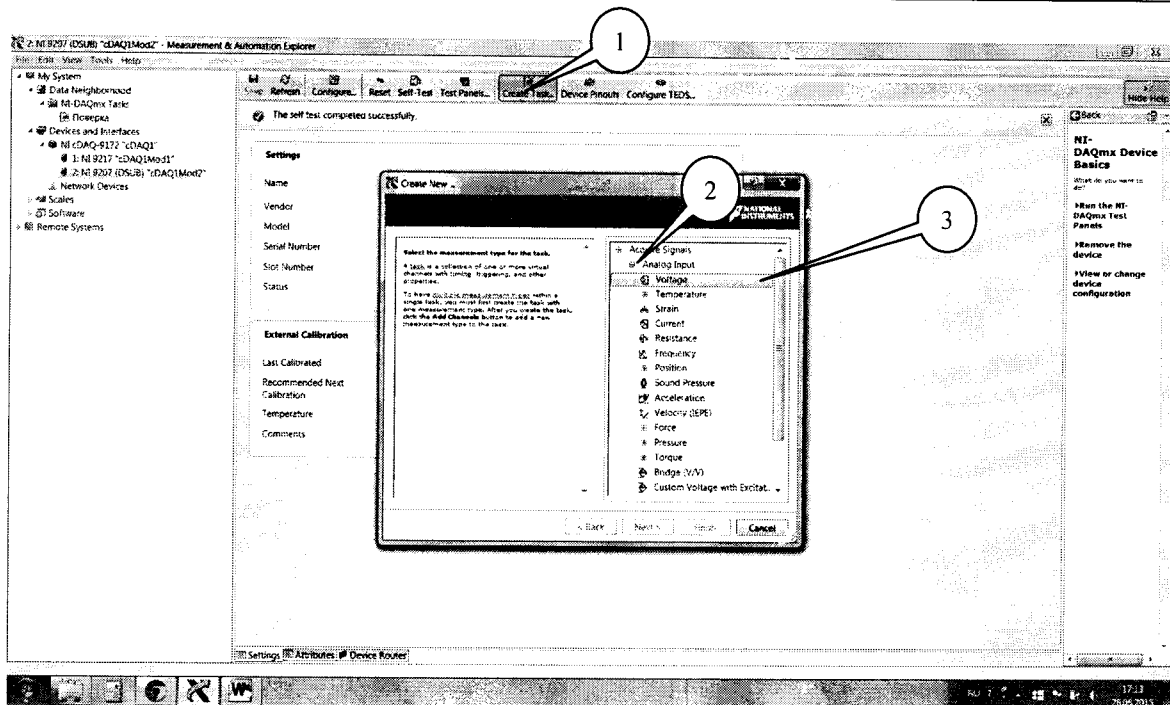

Рисунок 2.
7.3.1 В диалоговом окне программы «Measurement & Automation Explorer» (рисунок 2) нажать кнопку «Create Task» (1). В появившемся окне раскрыть меню «Acquire Signals» (2), далее раскрыть меню «Analog Input» (2) и в нем выбрать измеряемую величину «Voltage» (3).